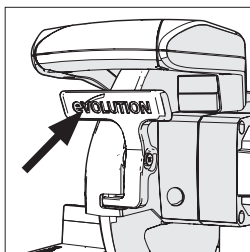

Fig. 18
- Presione la palanca de bloqueo de la protección inferior para liberar el cabezal de corte (**Fig. 18**).